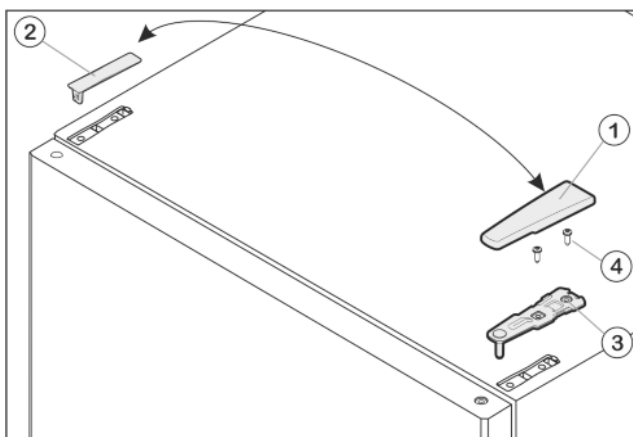

Fig. 8
- ▶ Trageți capacul Fig. 8 (1) în față și în sus.
- ▶ Ridicați capacul Fig. 8 (2).
- ▶ Deșurubați suportul superior al lagărului Fig. 8 (3) (2 șuruburi Torx® 25) Fig. 8 (4) și trageți-l în sus.
- ▶ Introduceți în ușă suportul de lagăr superior *Fig. 8 (3)*, pe noua latură a balamalei.
- ▶ Strângeți **cu șuruburi (cu 4 Nm)** suportul superior al lagărului (2 x Torx® 25) *Fig. 8 (4)*. Eventual punctați în prealabil găurile de înșurubare sau utilizați o șurubelniță cu acumulator.
- ▶ Aplicați din exterior și cuplați capacul *Fig. 8 (1)* și respectiv capacul *Fig. 8 (2)* pe partea opusă.